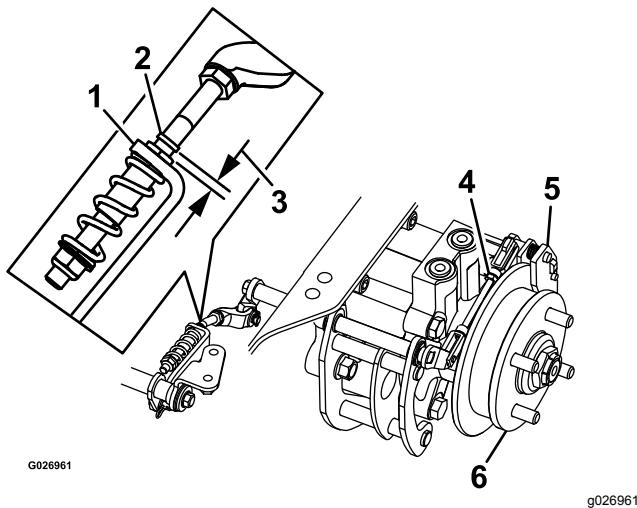

Figure 75
7. Vérifiez si un espace est visible entre le support en L et la butée de tringlerie (Figure 75).